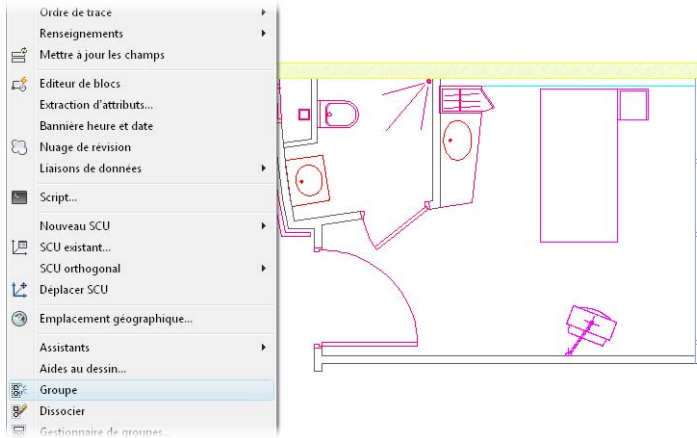

Figure 4.52
1. Dans le menu Outils, sélectionnez la commande Groupe, comme le montre la Figure 4.52.